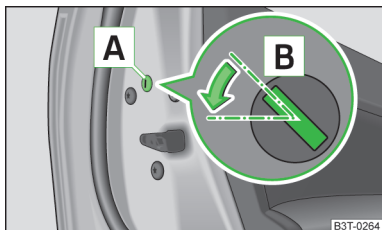

Abb. 190
- › Die Blende **A** abbauen » Abb. 190.